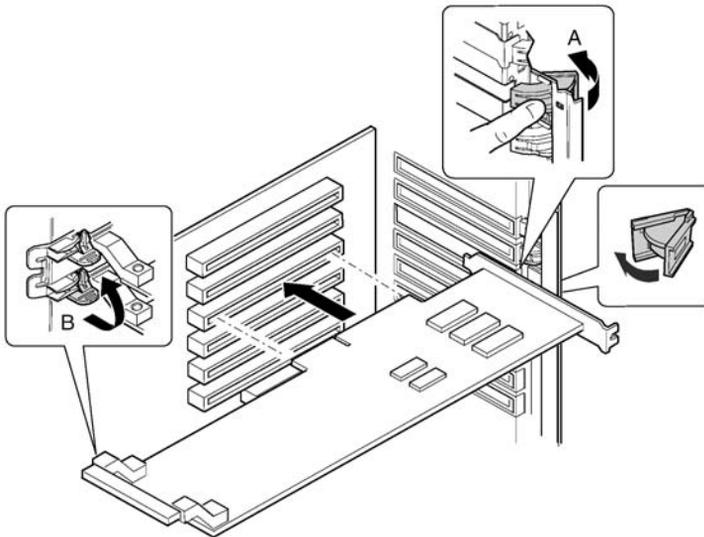

Abbildung 36 - Installation eines Hot-Plug PCI-Zusatzboards
- 3 Öffnen Sie die Riegel an den vorderen und hinteren Haltemechanismen (Abbildung 36, A und B).
- 4 Öffnen Sie die Riegel an den vorderen und hinteren Haltemechanismen (Abbildung 36, A und B).